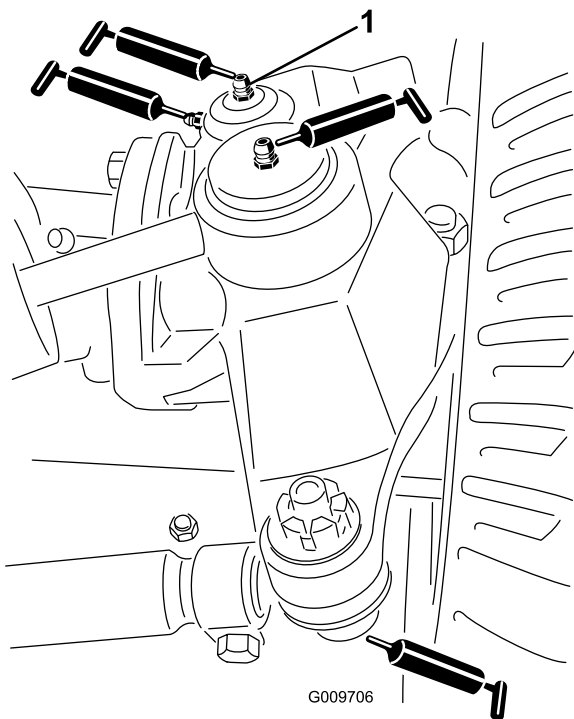

図 114
- ステアリングシリンダのボールジョイント 2ヶ所 図 114を参照。
- タイロッドのボールジョイント 2ヶ所 図 114を参照。
- キングピンのブッシュ2ヶ所 図 114を参照。